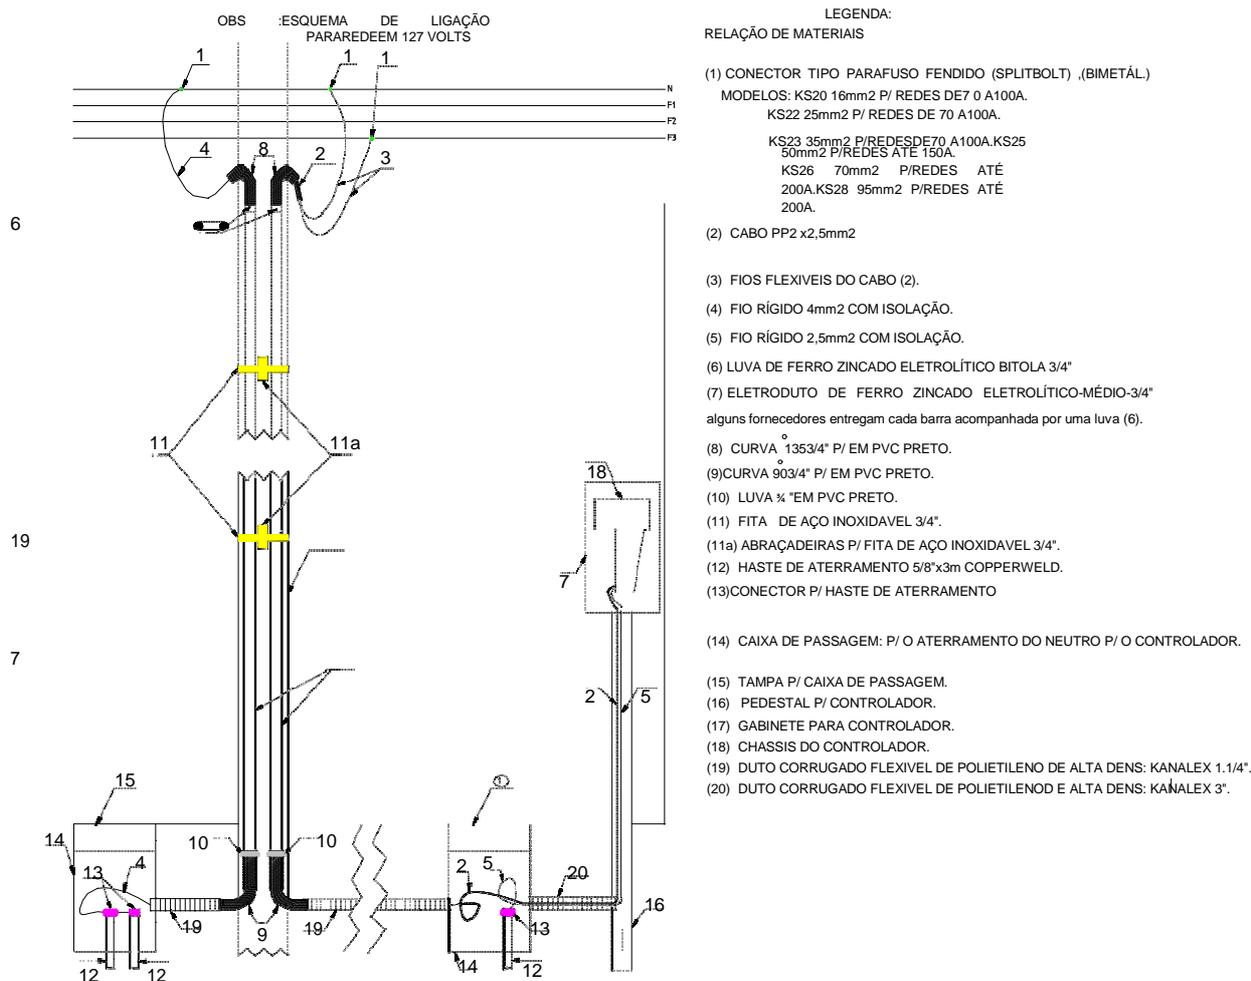

Figura 14
2. Passar a outra extremidade do cabo até o poste da rede pública, de acordo com a figura 14.
Para um melhor entendimento nesse procedimento, utilizar como material de apoio, a figura 14 do item "Alimentação do Equipamento".
No DP40, normalmente é suficiente uma haste de aterramento instalada e uma caixa de passagem junto ao poste de entrada da rede de distribuição pública e outra junto ao controlador. A haste junto ao poste deverá ser conectada ao neutro da rede através de um condutor de 6mm² enquanto a haste junto ao controlador deverá ser conectada ao gabinete do mesmo, fazendo uso de um condutor de 4mm², ver figura 14.